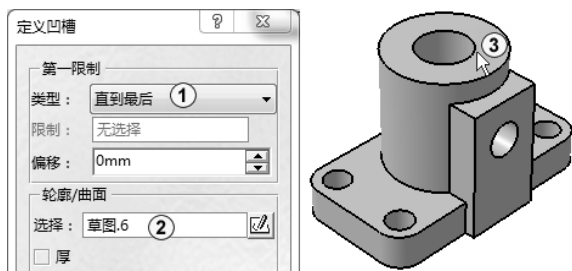

图 3-62 打大孔
单击“凹槽”按钮，弹出“定义凹槽”对话框，单击“类型”下拉列表框，在弹出的下拉列表中选择“直到下一个”，在“轮廓/曲面”选项组中的“选择”框中采用系统默认的“草图.6”作为切除断面，如图 3-62 中①②所示，其他采用默认设置，单击“确定”按钮完
成凹槽操作，结果如图 3-62 中③所示。